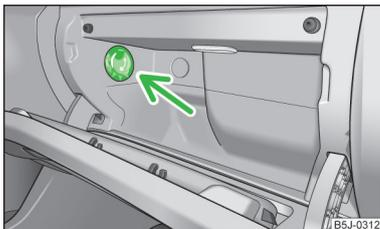

Fig. 82
- La entrada de aire se abre o se cierra con el conmutador giratorio » fig. 82.